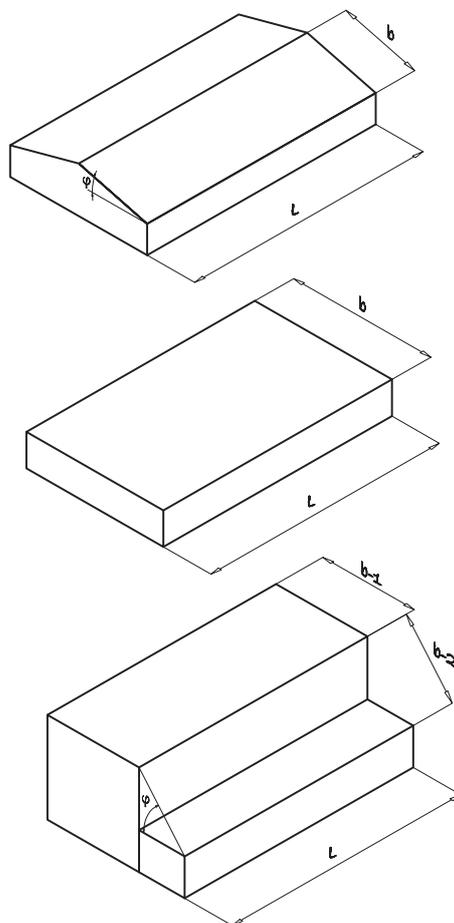

Figure 3.1 : exemple de toitures et de pans de toits composés
La superficie d'un pan de toit (F) est déterminée par la largeur effective (l) et la longueur (L). $F = l \times L$ (m²), comme vous pouvez le voir dans la figure 3.1.
Pour un pan de toit composé, la largeur de toit effective doit être mesurée parallèlement au pan imaginaire pour le toit composé, comme cela est indiqué dans la figure 3.1.
Nous partons du principe que la pluie tombe sous un certain angle à cause du vent. C'est pourquoi nous ne partons pas d'une projection horizontale de la superficie du toit pour déterminer l'évacuation de l'eau de pluie, mais bien de la superficie réelle du toit. Pour les toits attenants à une façade ou qui sont composés de plusieurs pans de toit présentant une pente de toit différente, vous devez prendre en compte un pan de toit imaginaire. Ceci est illustré dans la figure 3.1.